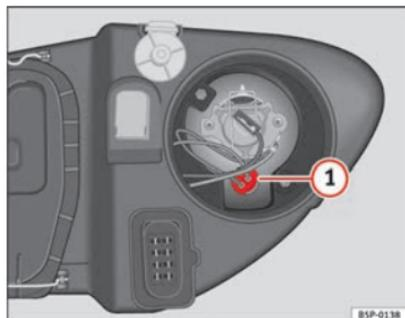

Fig. 195 Luz de población
- Extraiga el portalámparas ⇒ fig. 195 **1** hacia fuera.